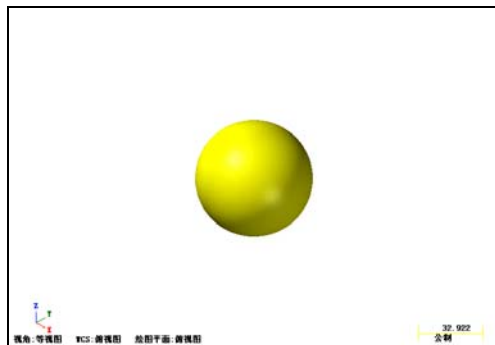

图 2-7 打开球体
- 01 在主菜单栏中选择“文件”|“打开文件”命令，打开如图 2-7 所示的球体图形。